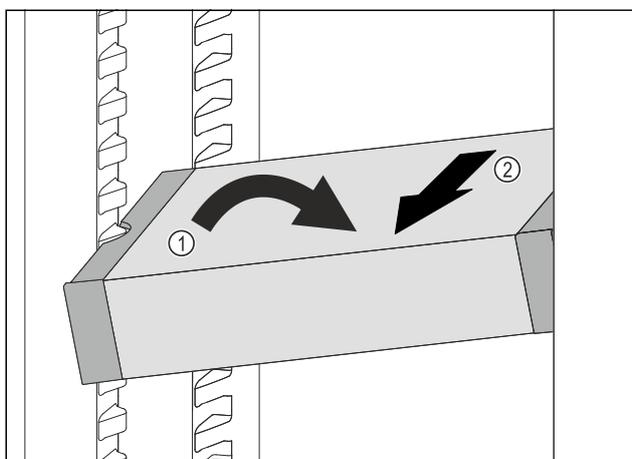

Fig. 94
- VarioSafe postavte v chladničke šikmo. Fig. 94 (1)
- VarioSafe vyberte dopredu. Fig. 94 (2)